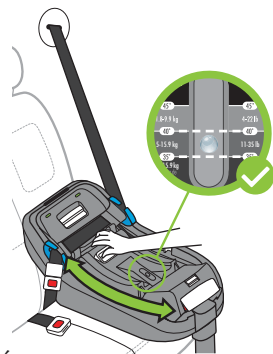

Figure 66
- Tirez et tenez la poignée de réglage du mécanisme d'inclinaison et faites pivoter le mécanisme d'inclinaison, comme illustré à la **Figure 66**, dans la position d'inclinaison maximale qui garde une partie de la bulle dans la plage spécifiée sur l'indicateur d'inclinaison pour le poids de l'enfant.